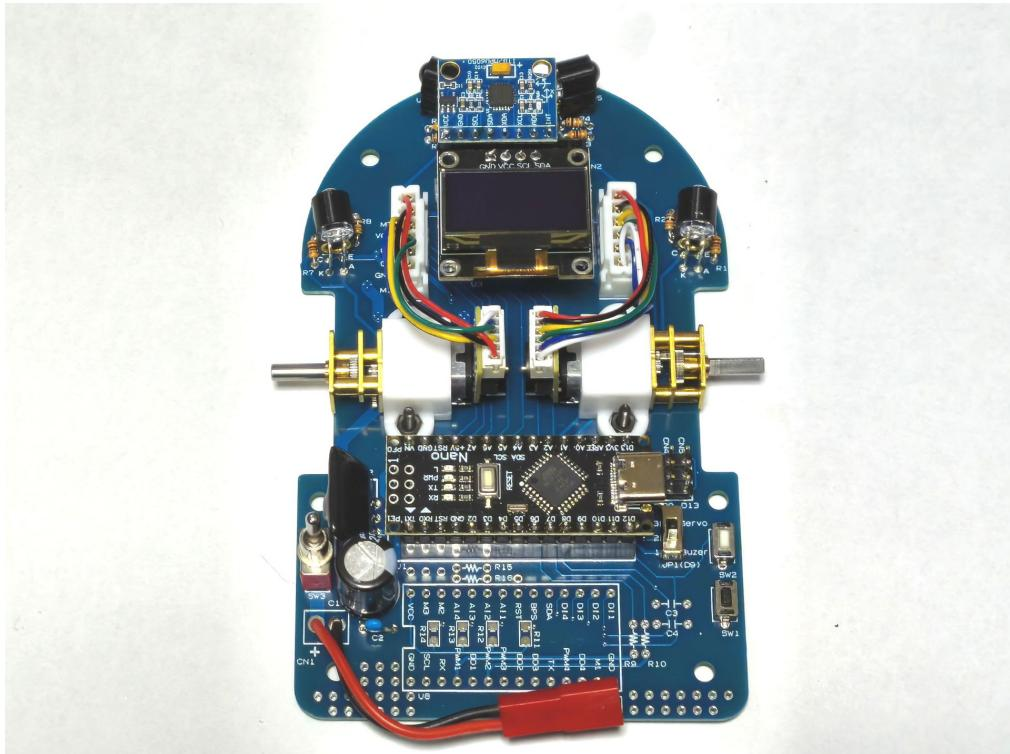

図6-7
6. 図6-7のようにパーツの漏れがないこと、各ボードが基板にしっかりと接続されていることを確認する。